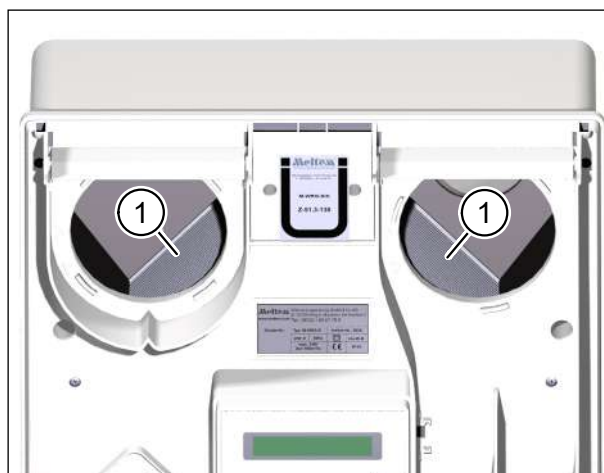

Abb. 10: Wärmeübertrager auf Verunreinigungen prüfen
- Kontrollieren Sie den Wärmeübertrager (Pos. 1 in Abb. 10) durch Sichtprüfung auf Verunreinigungen.